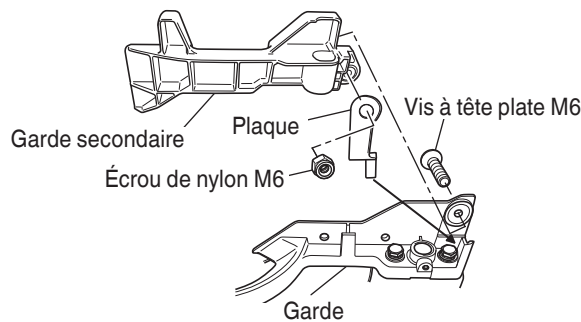

Fig. 8
- Installer le garde secondaire. Pour effectuer une coupe à angle direct ou d'une coupe à angle, utiliser le guide auxiliaire. Le guide auxiliaire peut être monté sur le côté droit du guide auxiliaire. Placez la plaque attachée de la façon montrée dans la figure 8-c, insérez l'arête dans la fente de la garde et insérez simultanément une vis à tête plate M6 dans la garde, la garde secondaire et la plaque, puis serrez l'écrou de nylon M6 avec la clé à douille de 10 mm fournie jusqu'à ce que la garde secondaire puisse tourner facilement. Ensuite, on pourra effectuer une coupe du matériau en toute stabilité, avec une large face de dépouille.